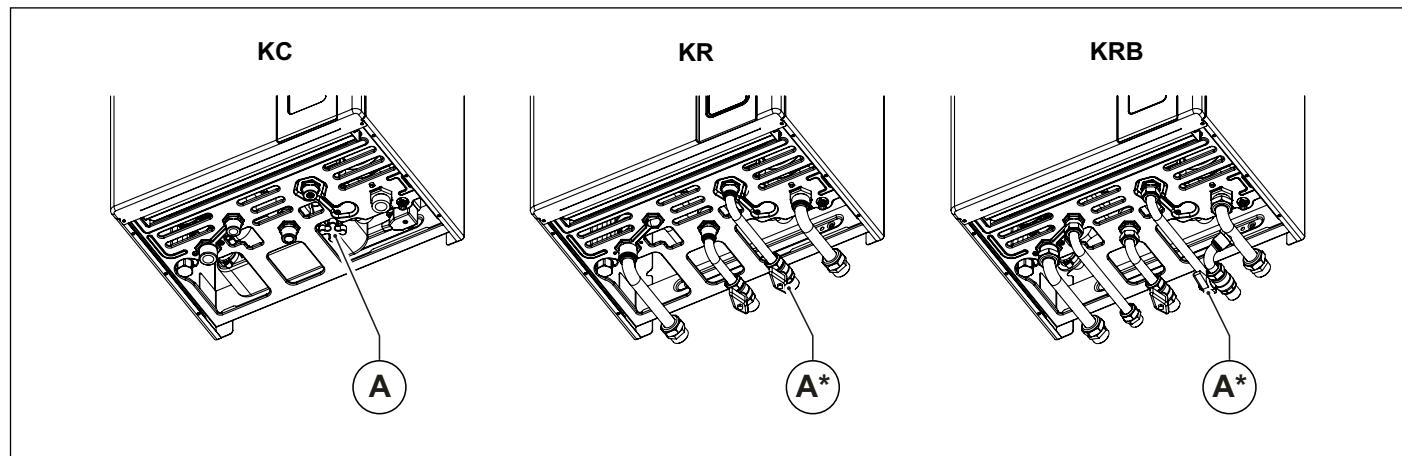

Fig. 2 Robinet de umplere - (A\*) optional
Umpleți sistemul deschizând robinetul de umplere (A) (vezi Fig. 2 Robinet de umplere - (A\*) optional).